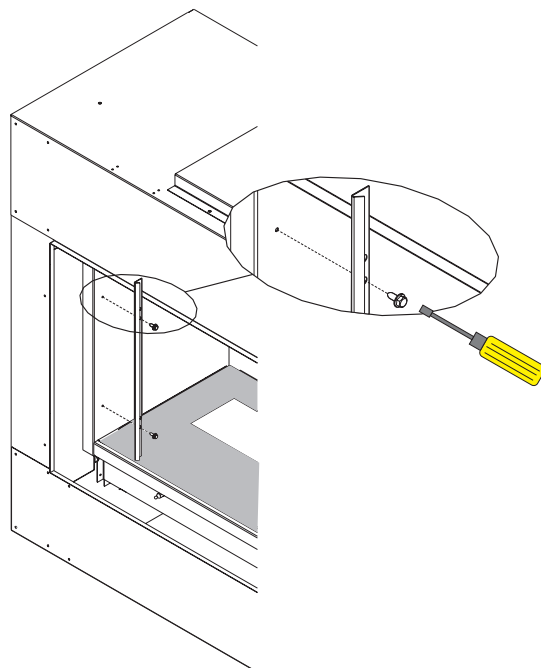

Figure 1
5. À l'aide d'un tourne-écrou, visser deux vis 5/16 X 1/2 po pour fixer les deux supports de retenue des panneaux sur la partie interne avant des côtés du foyer. Positionner ces supports en plaçant leurs bords repliés en angle sur le devant. **Voir Figures 1 et 2.**